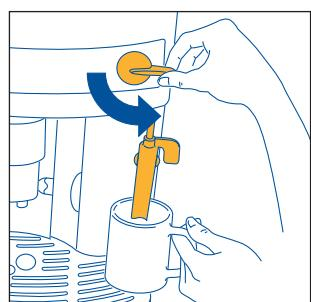
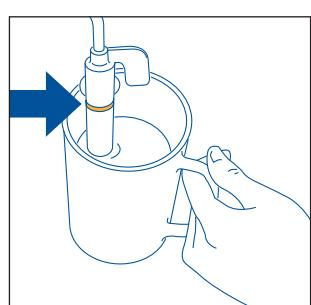

Fig.23
Fig.24
- Logo depois, no espaço de dois minutos no máximo** (senão a máquina volta automaticamente à função de café), introduza o emulsionador de cappuccinos no recipiente que contém o leite (fig. 23), tendo o cuidado de não submergir a linha em relevo presente no próprio emulsionador de cappuccinos (indicado pela seta na fig. 24). Rode para a esquerda o botão do vapor até meio, até ao limite máximo (fig. 5). (Cuidado para não se queimar). Através do emulsionador de cappuccinos sai o vapor que confere um aspecto cremoso ao leite, aumentando o seu volume. Para obter uma espuma mais cremosa, introduza o emulsionador de cappuccinos no leite e faça rodar o recipiente com movimentos lentos, de baixo para cima. (Recomendamos que não ejete vapor durante mais de 2 minutos de seguida).